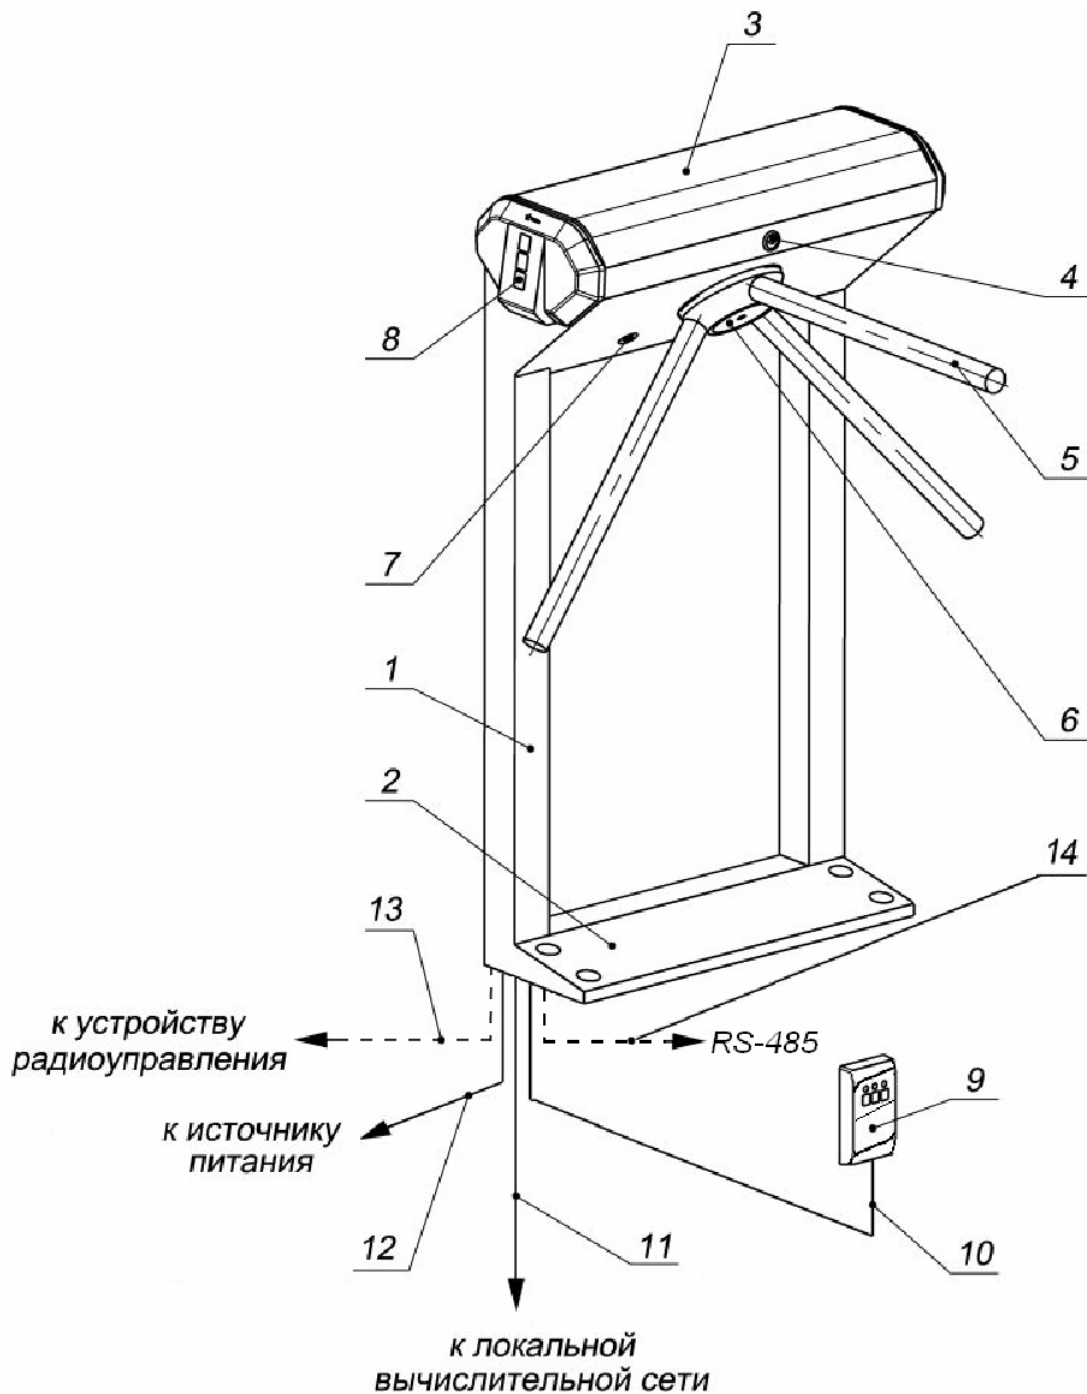

Рисунок 1 Устройство ЭП:
5.2.1 Устройство ЭП показано на рисунке 1. Номера позиций в тексте *Руководства* указаны в соответствии с рисунком 1. Габаритные размеры ЭП показаны на рисунке 2. ЭП состоит из стойки со встроенным контроллером и двумя считывателями, трех преграждающих планок и пульта управления (см. рисунок 1, позиции 1-3, 5 и 9).